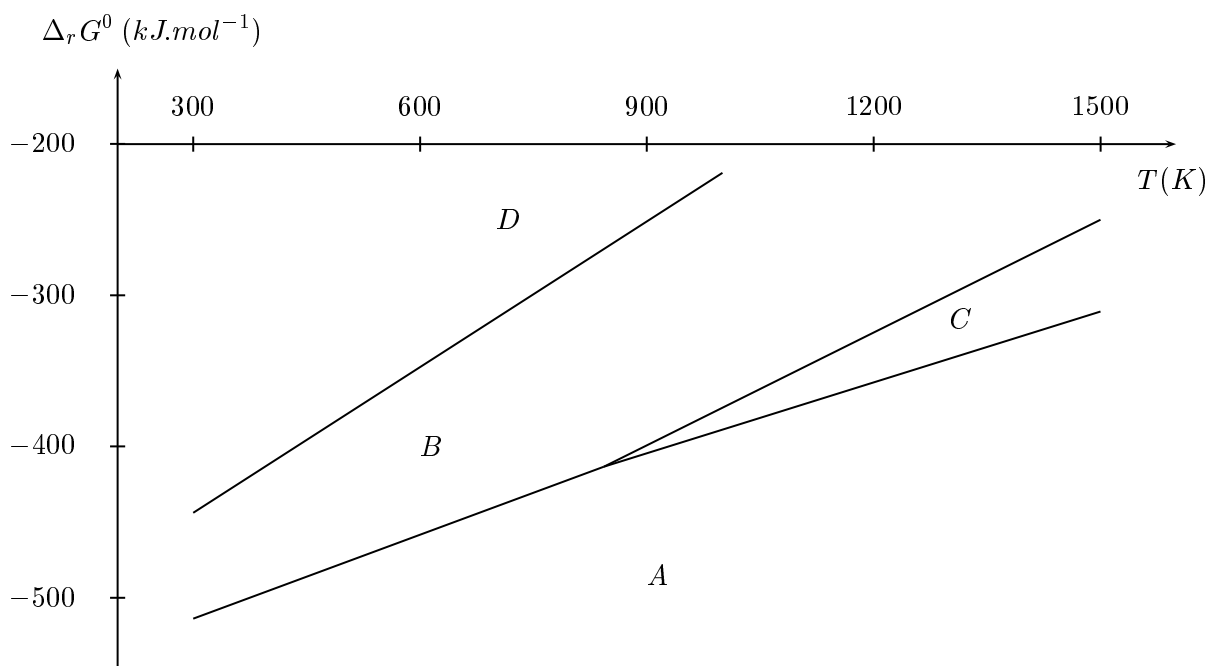

Figure 1: Diagramme d'ELLINGHAM du fer et de ses oxydes.
3.5. Le diagramme d'ELLINGHAM simplifié du fer et de ses oxydes est représenté sur la figure 1.
3.6. A l'aide du diagramme d'Ellingham du fer et de ses oxydes (figure 1), indiquer quelle doit être la succession des couches d'oxydes lors de l'oxydation du fer par l'oxygène pour une température de 900 K.